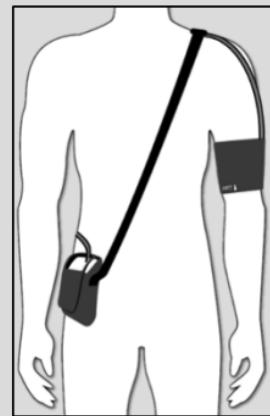

Fig. 1: Mobil-O-Graph®
- Sørg for korrekt placering af skulderrem/hoftebælte og manchetslange, se fig. 1.
- Slangeforbindelsen på manchetten skal rettes opad, se fig. 1.